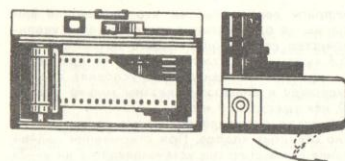

Рис. 8
3. Натягивая пленку (пленка будет выходить из кассеты), вставить кассету в фотоаппарат (рис. 8).